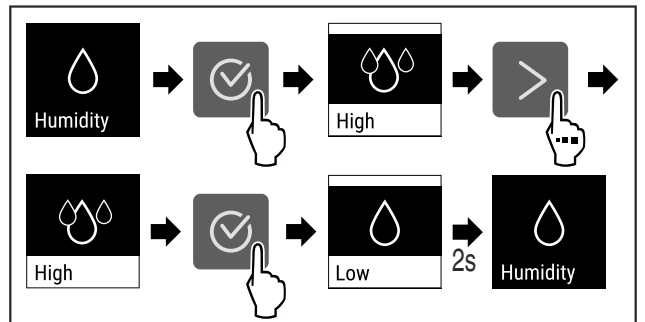

Fig. 95
- ▶ Obavite korake postupka (pogledajte Fig. 95).